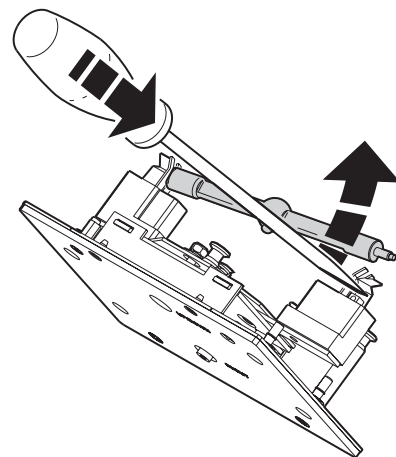

Figura 2: Extracción de lámpara
3. Empujar hacia abajo el muelle de retención de la derecha del portalámparas y extraer el contacto de la lámpara. Para extraer la lámpara utilizar un destornillador como muestra la Figura 2. Extraer la lámpara.